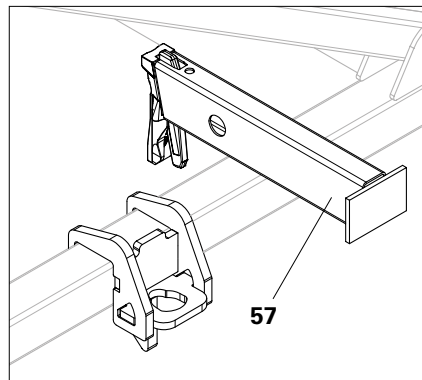
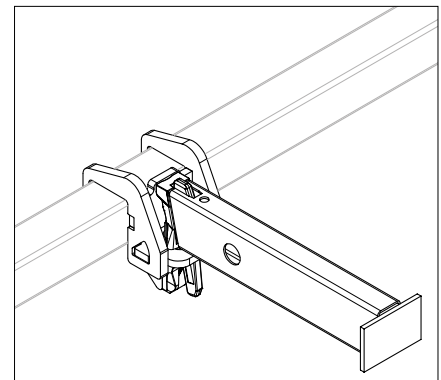

Abb. A11.10d
Abb. A11.10e
- Auflage UC 33 (**57**) in Riegelaufnahme montieren, Keil festschlagen. (Abb. A11.10d + Abb. A11.10e)